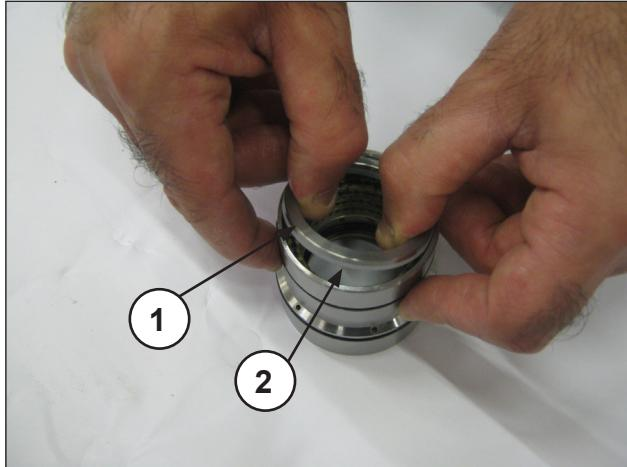
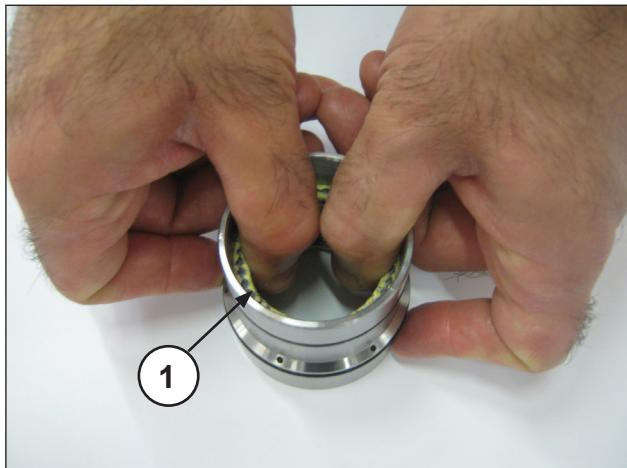

Fig. 25
Fig. 26
Désassembler le support des joints de la chemise, ôter l'anneau du ressort et l'anneau racleur (rep. ①②, Fig. 25) pour accéder aux joints de pression (rep. ①, Fig. 26).